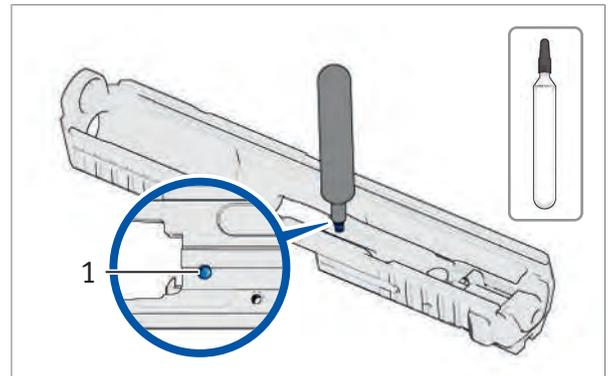

Abb. 62: Schlagbolzenbohrung mit Öl spülen
2. Schlagbolzenbohrung mit Öl spülen bis die Schlagbolzenbohrung frei von Abdichtungsmittel ist (Abb. 62).